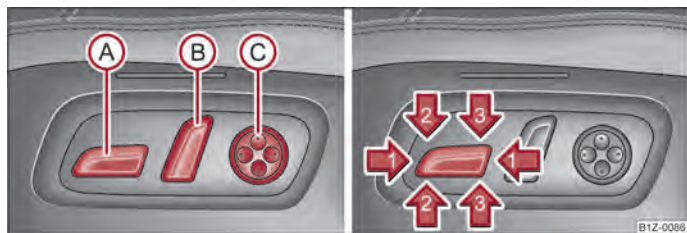

Fig. 43 Vue latérale : Réglage des éléments de commande du siège/contacteur de réglage du siège
- Poussez le contacteur (A) ⇒ fig. 43 vers l'avant ou vers l'arrière (1).